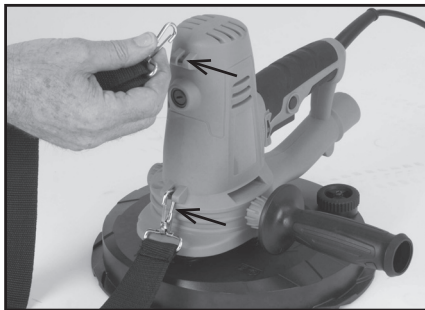

Fig. 2
- Attachez la bandoulière à la partie principale de la machine (si nécessaire) en l'accrochant aux goupilles de fixation. **(Fig. 2)**